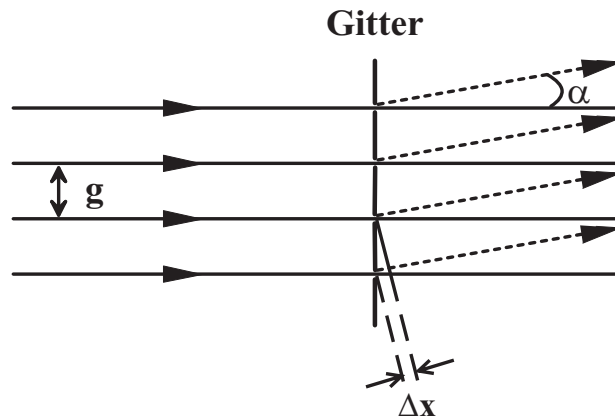

Abb. O2-1 Einfallender und am Gitter gebeugter Strahl.
- 1.1. Bauen Sie das Mikroskop aus Einzelteilen auf. Betrachten Sie die Strichfolie durch das Okular. Messen Sie die Abstände auf der Strichfolie mit und ohne Objektivvergrößerung (Abb. O2-1). Messen Sie ebenfalls Bildweite  $b$  und Gegenstandsweite  $g$  der Anordnung.
Besonders übersichtlich und in der Messtechnik wichtig sind die Beugungserscheinungen an einem optischen Gitter, also an einer periodischen Folge durchlässiger und undurchlässiger Streifen (Abb. O2-1). Der homologe Abstand  $g$  zweier benachbarter durchlässiger Stellen heißt **Gitterkonstante**.